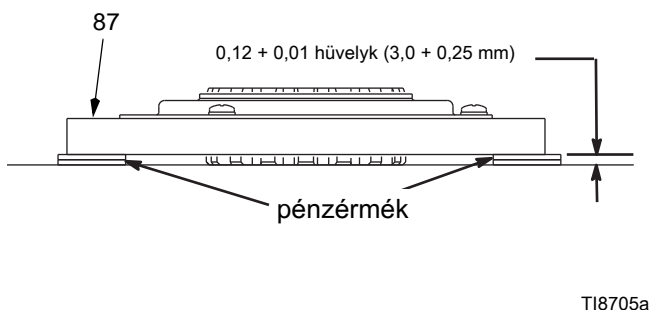

FIG. 8
1. FIG. 8. Egy sima munkaasztal felületére helyezzen két halom érmét.
2. Az armatúrát (87) fektesse rá a két halom érmére.